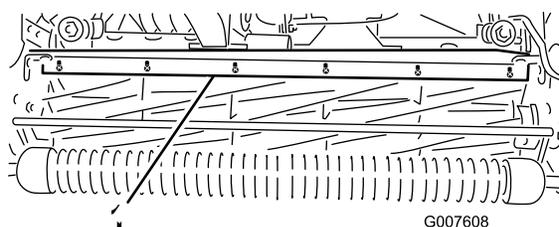

Figura 46
1. Desaperte os parafusos que fixam a barra superior (Figura 46) à unidade de corte.